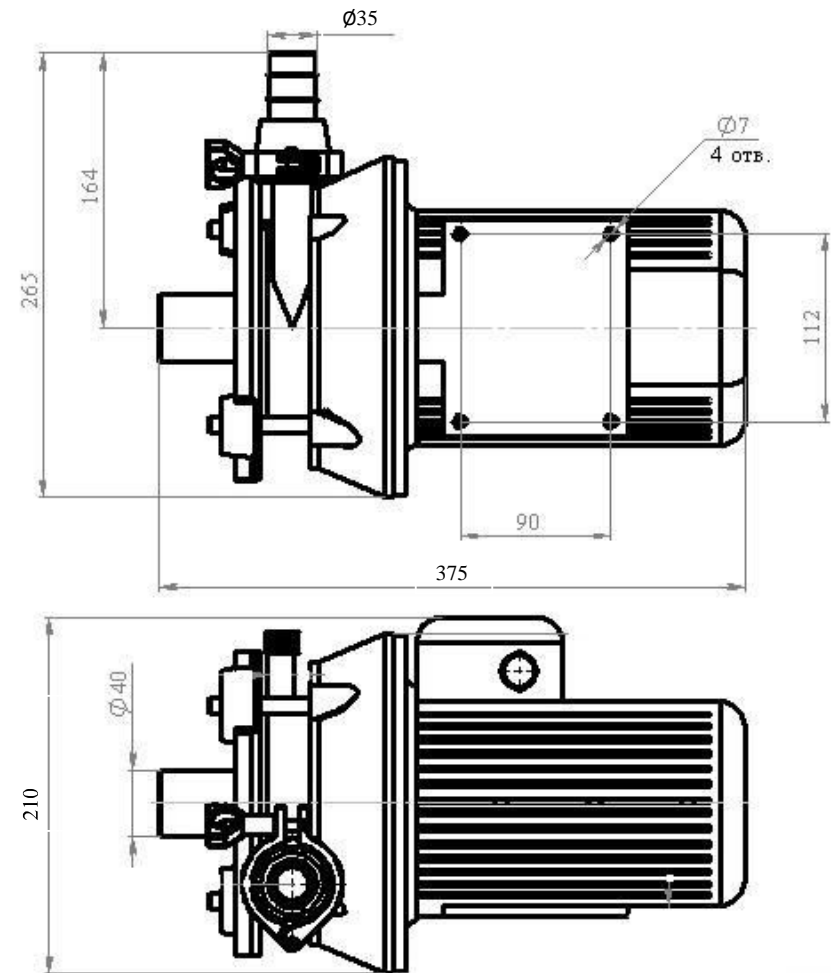

Рис. 8. Основные и присоединительные размеры
5.7 Основные и присоединительные размеры насоса показаны на рис.8.